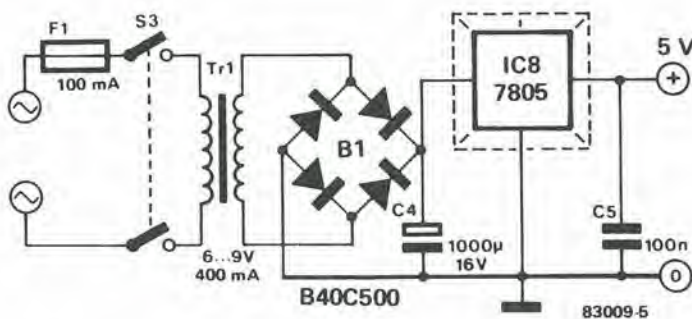

Figura 5. L'alimentatore qui mostrato ha una potenza più che adeguata per il doppio dado. Ricordare di montare un dissipatore termico sul circuito integrato.
Figura 5. Piste di rame e disposizione dei componenti sul circuito stampato dell'alimentatore. IC1 ed IC2 sono muniti di piccoli dissipatori termici. Le uscite A e B dovranno essere collegate ai corrispondenti terminali sulla scheda bus.
**Elenco dei componenti per Figura 5**
una buona consuetudine di progetto separare i carichi "leggeri" dai carichi "pesanti". Per questo motivo, l'amplificatore per cuffia, il telecomando e l'indicatore di stato sono alimentati da IC1 ed IC2. Queste linee sono marcate +B e -B. Poiché l'amplificatore per cuffia assorbe una notevole corrente, perché funziona in classe A, IC1 ed IC2 devono essere muniti di dissipatori termici. Tutti gli stadi compresi nel circuito di elaborazione del segnale (MC, MM, tono e line) hanno due circuiti stabilizzatori separati, uno per il canale sinistro ed uno per il canale destro. IC3 ed IC4 forniscono la tensione di alimentazione simmetrica per il canale sinistro, ed IC3', IC4' sono riservati al canale destro. I condensatori devono essere montati molto vicini al circuito di regolazione, in modo da sopprimere possibili interferenze a questo punto. Gli altri componenti, l'interruttore di rete S13, il trasformatore di rete, il raddrizzatore a ponte ed i condensatori elettrolitici C1 e C2 non abbisognano di particolari commenti. Il circuito deve essere montato sulla scheda di figura 5. IC1 ed IC2 sono muniti di dissipatori termici. Una volta che il circuito è stato costruito e controllato, l'alimentatore potrà essere collaudato. Collegare il trasformatore alla rete e misurare la tensione rispetto a massa in corrispondenza ai punti +A, +A', +B (tensioni di +15V) e -A, -A', -B (tutte di -15V). Eseguire poi una prova di carico, usando resistenze da 68  $\Omega$ /5 W per  $\pm B$  e da 220  $\Omega$ /1 W per  $\pm A$  e  $\pm A'$ . Questo circuito stampato potrà ora essere messo da parte e sarà possibile iniziare il montaggio dei componenti sulla scheda di connessione.